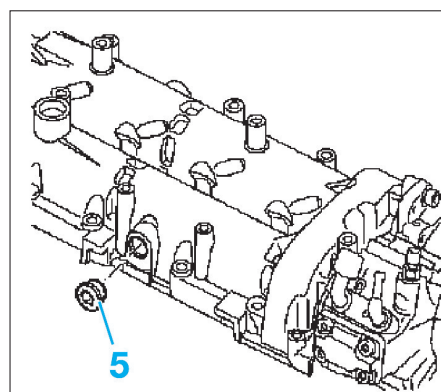

FIG. 6
- Déposer le bouchon fileté (5) du carter d'arbre à cames, côté échappement (Fig.6).